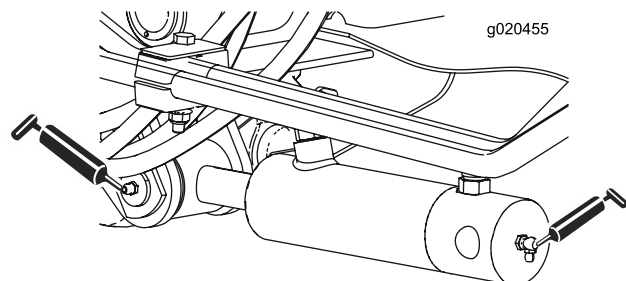

Figure 43
- 2 (de chaque côté) bagues de vérin de bras de levage (Figure 43)